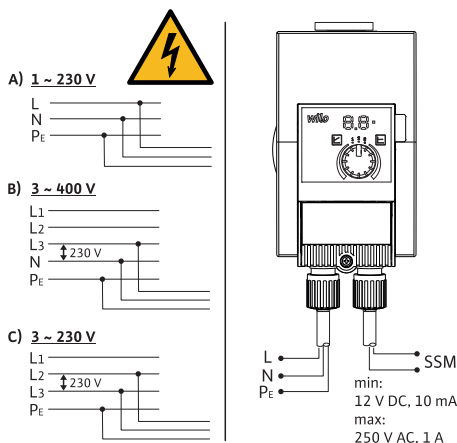

Fig. 3: Pieslēgšanas iespējas
- Pievienot tikai 230 V zemsprieguma elektrotīkliem. Pieslēdzot IT (Isolé Terre) tīkliem, obligāti pārliecinieties, ka spriegums starp fāzēm (L1–L2, L2–L3, L3–L1 → Fig. 3) nepārsniedz 230 V. Kļūdas (zemesslēguma) gadījumā spriegums starp fāzēm un PE nedrīkst pārsniegt 230 V.